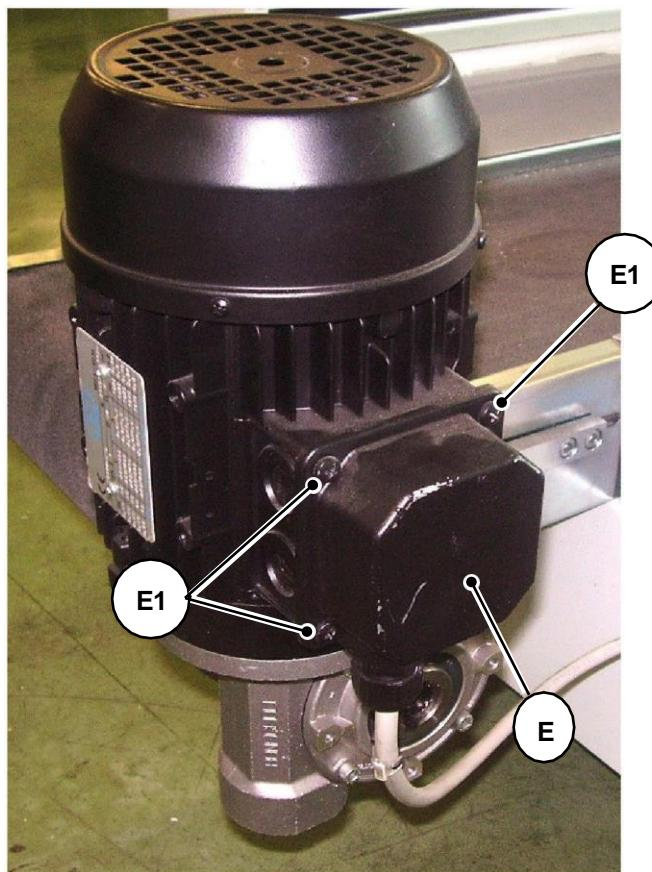

Fig. 09-20
- Abrir a caixa do motor "E" rodando os 4 parafusos de fixação "E1" para permitir desligar o cabo do motor (Fig. 09-20).